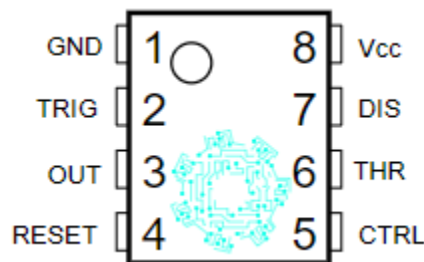

Figura 8. CI 555.
- **IC 555:** Consiste en un circuito integrado encargado de proporcionar retardos del tiempo y de oscilar la señal a cierta frecuencia. De este modo, se encarga de controlar el ángulo de activación del SCR, lo que lo convierte en parte vital del sistema. Los pines del componente se muestran en la siguiente Figura 8.